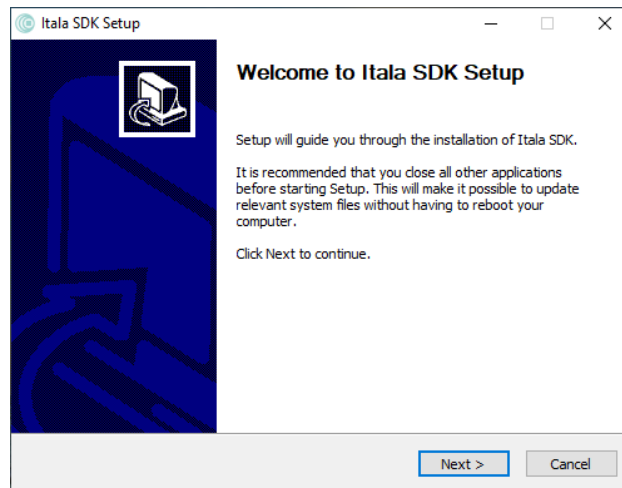

Figure 13: Itala SDK 设置窗口。
2. 显示 Itala SDK 设置窗口：请务必按照所列说明进行操作（图 13）。